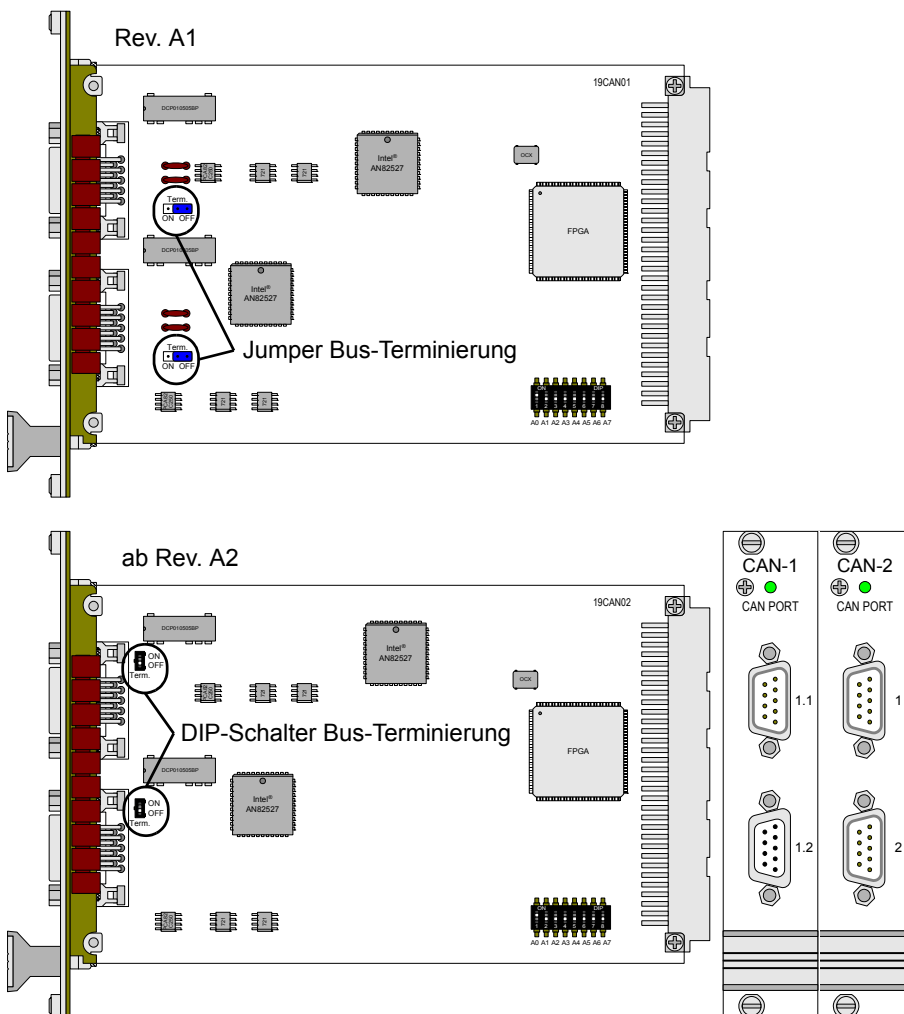

Abb. 274 – Pro-CAN-1/-2: Platine und Frontplatten
Wenn die Terminierung erforderlich ist, legen Sie den entsprechenden DIP-Schalter (Rev. A2, siehe Abb. 274) nach oben um; bei der Modulrevision A1 stecken Sie die Jumper auf die linke Position (ON).